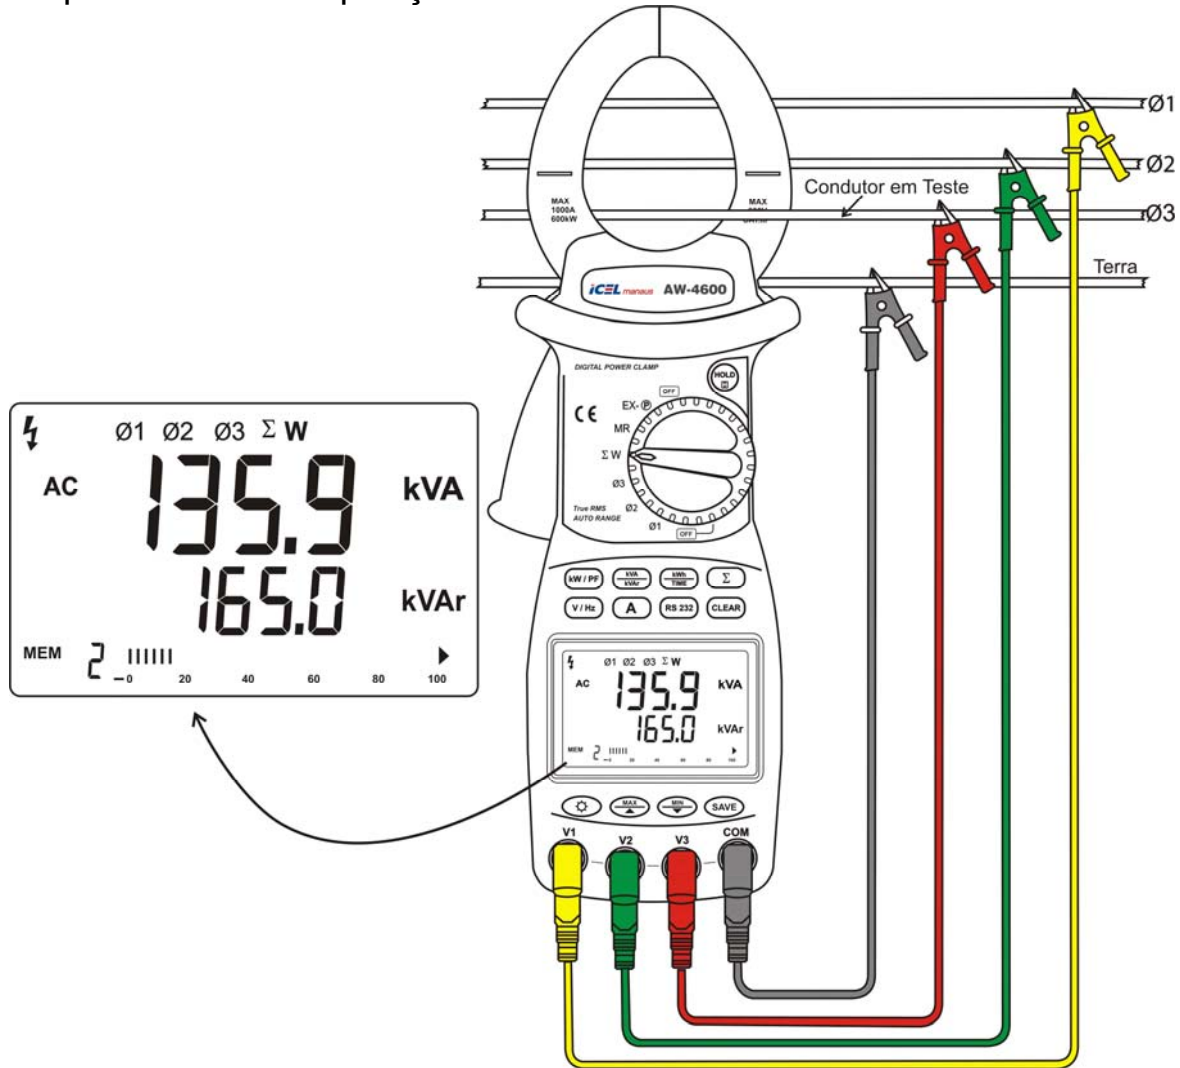

Figura 5.4.5
p. Após três segundos o visor passará a exibir os valores da **Potência Aparente Total (kVA)** e da **Potência Reativa Total (kVAr)** da carga trifásica como na **figura 5.4.5** abaixo.